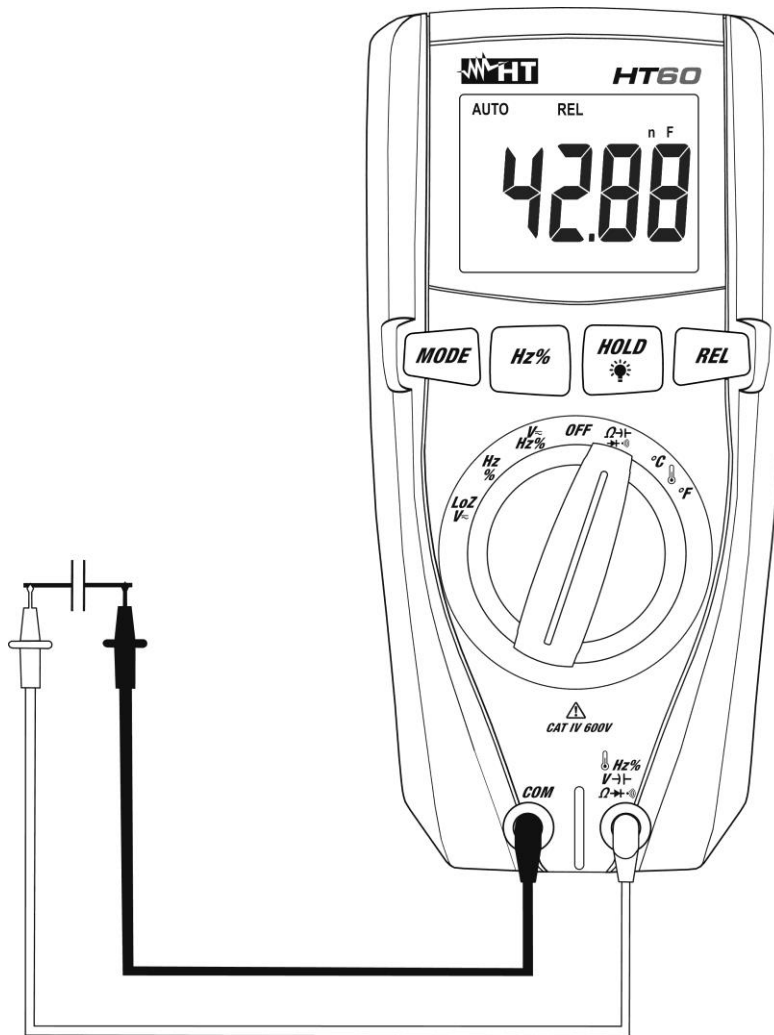

Abb. 8: Verwendung des Gerätes für Kapazitätsmessung
5. Verbinden Sie die Messleitungen mit den beiden Enden des zu messenden Kondensators und dabei achten Sie, auf die positive (rotes Kabel) und negative (schwarzes Kabel) Polarität (siehe Abb. 8). Der Kapazitätswert erscheint auf dem Display.